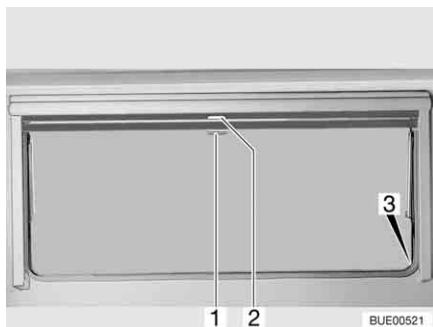

Bild 62 Överkantshängt fönster
- Drag ned mörklägningsrullgardinen med handtaget (Bild 62,2). När mörklägningsrullgardinen dras ned helt fäster man det man i spärrarna (Bild 62,3) på båda sidorna på fönsterkarmen.
- När mörklägningsrullgardinen är helt neddragen: Tryck ned handtaget (Bild 62,2) och drag det något inåt. Nu kan man ta loss mörklägningsrullgardinen ur spärrarna på båda sidorna av fönsterkarmen.
- När mörklägningsrullgardinen inte är helt neddragen: Drag handtaget (Bild 62,2) lätt nedåt tills spärren släpper.
- Drag ner insektsnätet med handtaget (Bild 62,1) och fäst det i spärrarna (Bild 62,3) på båda sidorna av fönsterkarmen.
- Tryck ned handtaget (Bild 62,1) och drag det något inåt. Lossa insektsnätet ur spärrarna på båda sidorna av fönsterkarmen.